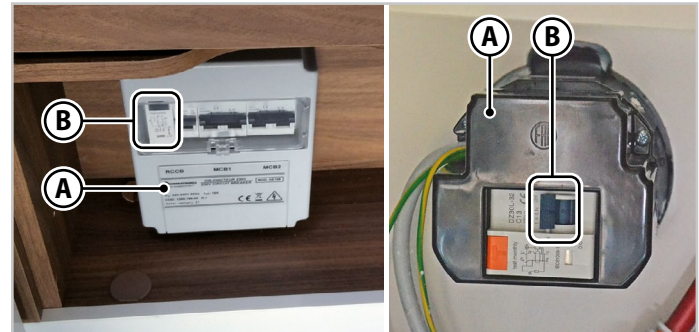

Abb.6.28 - Schalttafel
Die 220-V-Schalttafel (**A** - Abb.6.28) des Fahrzeugs ist durch einen zweipoligen Fehlerstromschutzschalter (**B** - Abb.6.28) geschützt. Der Anschluss für die Stromversorgung ist dreipolig, wobei der dritte Pol entsprechend den geltenden Vorschriften der Schutzleiter ist.
1. Senken Sie die Hebel (**B** - Abb.6.28) des Fehlerstromschutzschalters ab.
5. Drücken Sie die Hebel (**B** - Abb.6.28) des Fehlerstromschutzschalters nach oben.